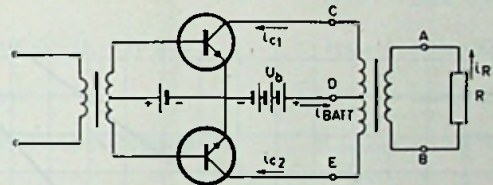

Fig. 12
- Van de transistoren in fig. 12 mag worden aangenomen dat ze zuiver in klasse B zijn ingesteld. Er wordt een sinusvormig signaal toegevoerd. Vervorming in de schakeling mag worden verwaarloosd. De uitgangstransformator mag als ideaal worden opgevat.